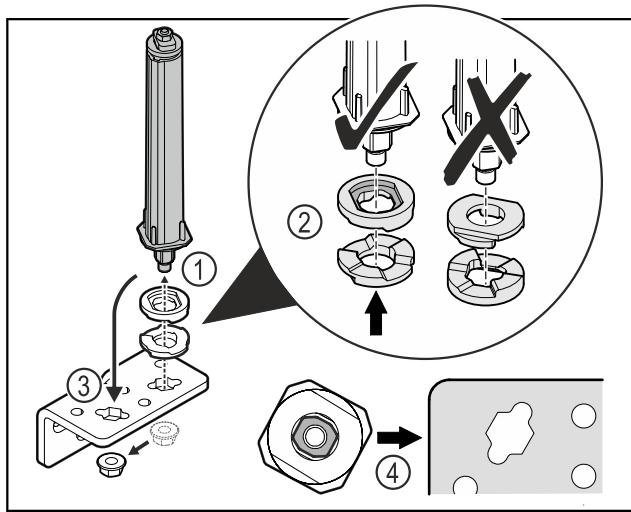

Fig. 40
- Desfaceți piulița și îndepărtați sistemul de închidere a ușii Fig. 40 (1).
- Aveți în vedere alinierea corectă a șaibelor de reglaj pe înălțime Fig. 40 (2).
- Mutați sistemul de închidere a ușii în colțarul balamalei și fixați cu piulița Fig. 40 (3).
- La utilizare aveți în vedere alinierea corectă a sistemului de închidere a ușii Fig. 40 (4).